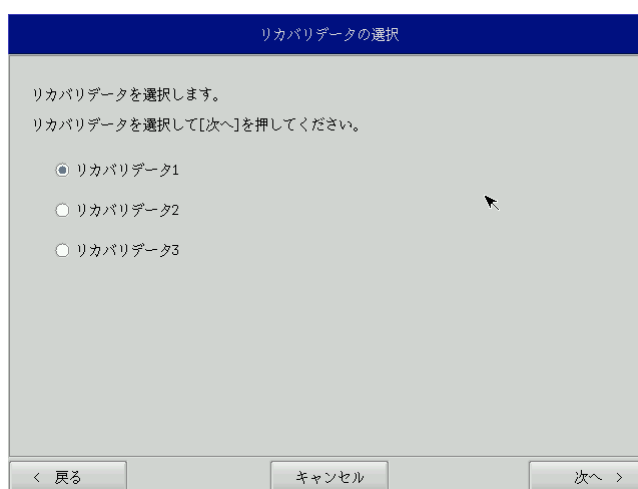

図 6-2-1. リカバリデータ選択画面
- ⑤ リカバリデータ選択画面（図 6-2-1）が表示されます。製品に合わせてリカバリデータを選択し、[次へ]ボタンを押します。表 6-2-1 に FC シリーズで選択できるリカバリデータを示します。